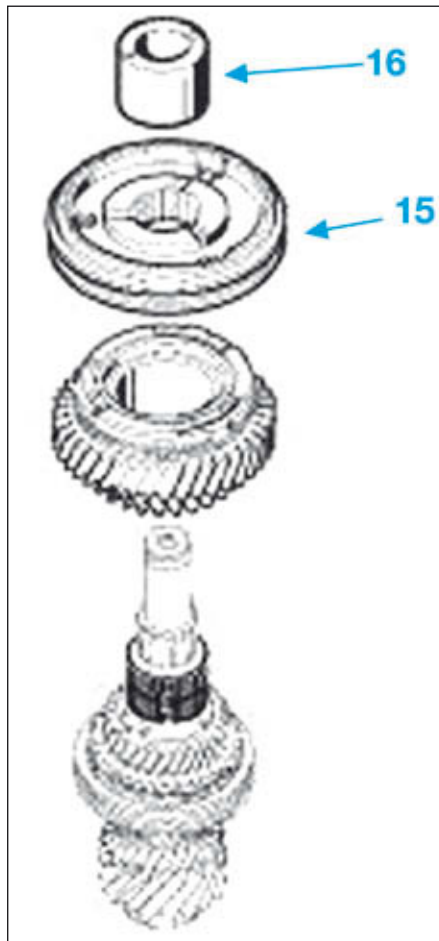
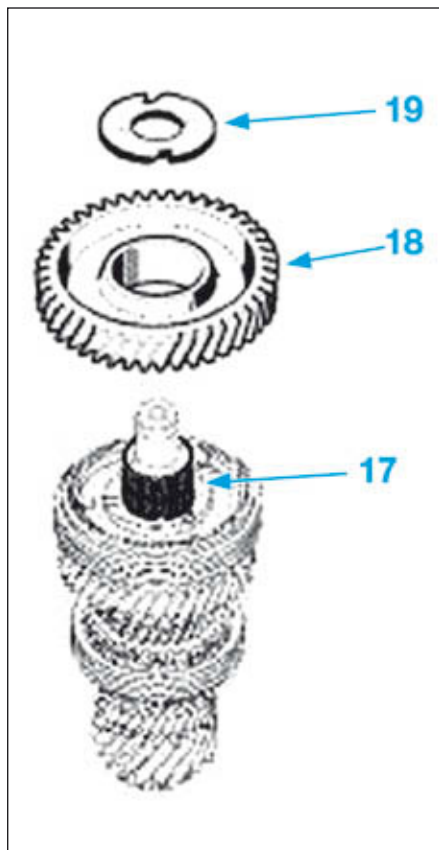

FIG.33
FIG.34
- Poser le moyeu baladeur de 1^{er}/2^e (15) (Fig.33) à l'aide d'un mandrin de diamètre approprié (indice "N") (épaulement long du moyeu côté pignon de 2^e).
- Reposer la bague sous pignon fou de première (16) à l'aide d'un mandrin de diamètre approprié (indice "N") et appliquer une pression de 5 tonnes avec la presse d'atelier.
- Poser la cage à aiguilles (17) (Fig.34).
- Reposer le pignon fou de 1^{er} (18) puis la rondelle cannellée (19).